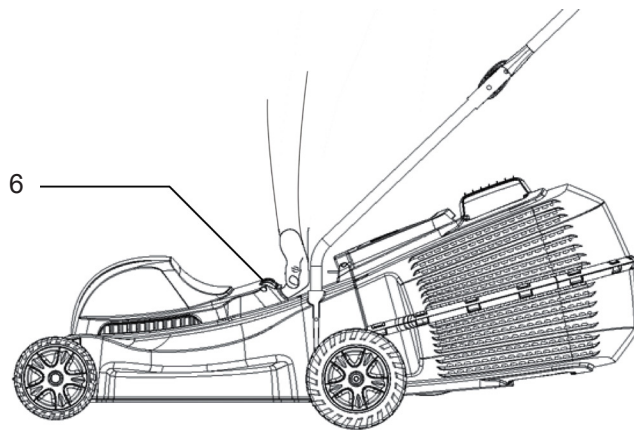

Fig. 7
La poignée de transport vous permet de soulever l'appareil pour le monter sur un terrain plus élevé ou en haut d'un escalier (6) (fig. 7).